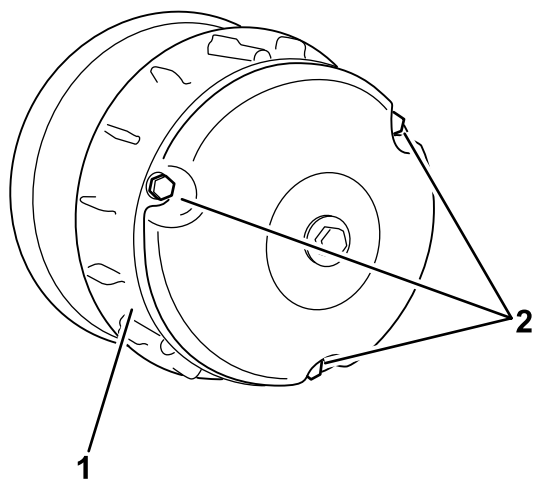

Рисунок 61
- Отверните три болта крепления крышки сцепления и снимите крышку (Рисунок 61).
4. Установите крышку сцепления и закрепите ее 3 болтами (Рисунок 61), снятыми при выполнении пункта 2.